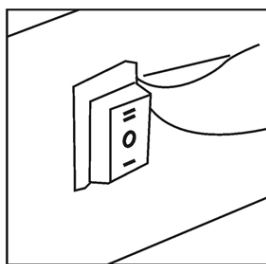

Figura 3
1. Ruotare l'interruttore di alimentazione in posizione "I". Il motore si avvia e il display digitale mostra la temperatura ambiente (vedere Figura 3).